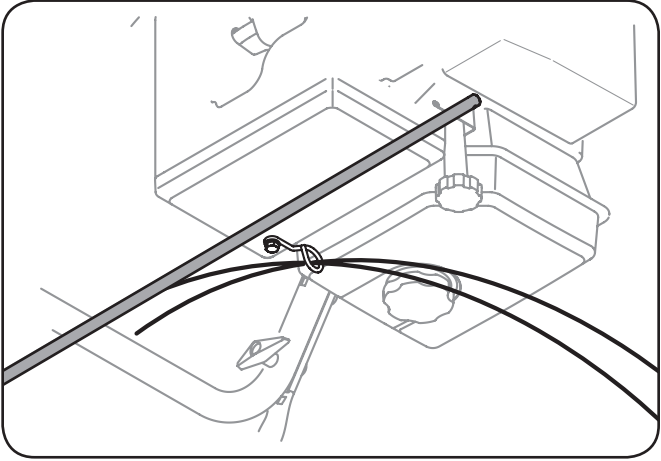

Figure 3-10
- Vérifiez que tous les câbles (le cas échéant) sont acheminés dans le guide sur la droite de la manivelle de commande de la goulotte. Voir la Fig. 3-10.